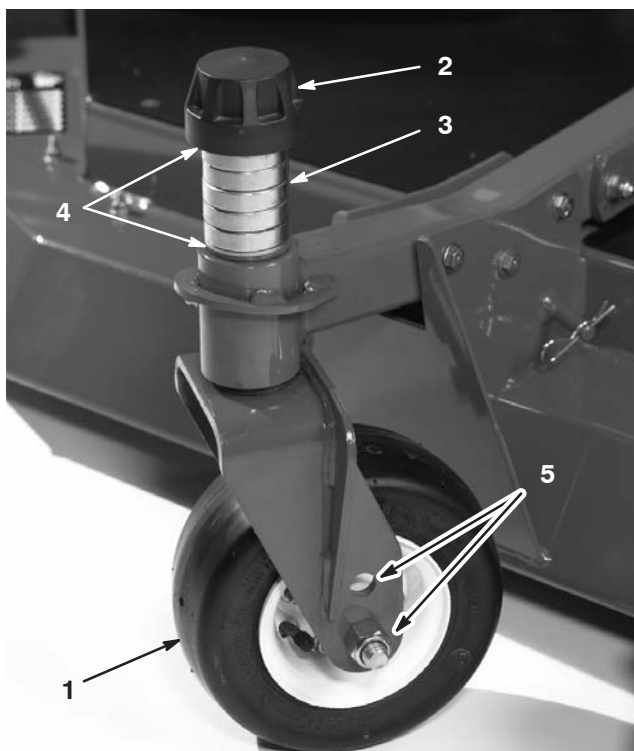

Bild 10
- Entfernen Sie die Spannkappe von der Spindelwelle (Bild 10) und schieben die Spindel aus dem Laufradarm. Ziehen Sie Beilagscheiben so auf die Spindelwelle, wie sie ursprünglich montiert waren. Diese Beilagscheiben sind erforderlich, um alle Mähwerke über die Breite auf ein Niveau zu bringen. Ziehen Sie die erforderliche Anzahl von 12-mm-Distanzstücken (siehe die nachstehende Tabelle) auf die Spindelwelle, um die gewünschte Schnitthöhe herbeizuführen; ziehen Sie dann die Scheibe auf die Welle auf.